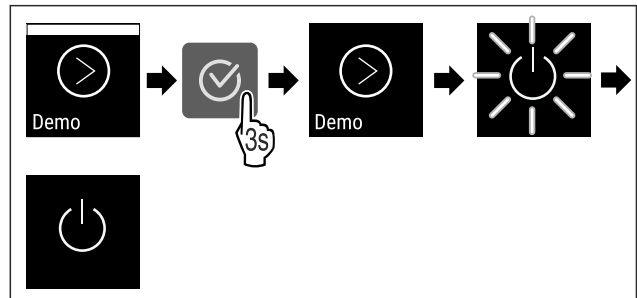

Fig. 112
- ▶ Выполните шаги действия (см. Fig. 112).